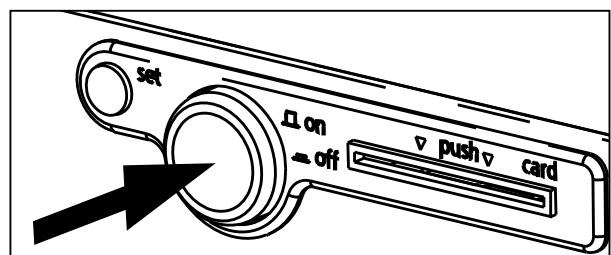

Fig. 1 Apagar el incubador presionando el interruptor principal
- ▶ Presionar el interruptor principal situado en la parte delantera del equipo (Fig. 1).